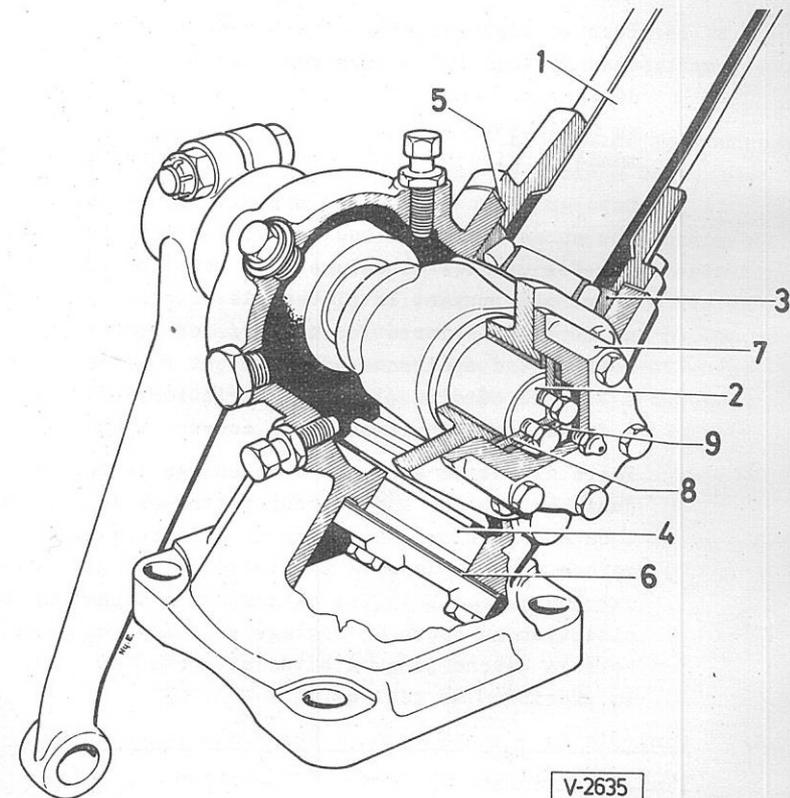

Fig. 6-13: Coupe du boîtier de direction /V-2635/
- a/ L'usure des roulements à rouleaux coniques appuyant la vis sans fin de direction amène le jeu longitudinal de l'arbre de direction. Étant donné que la position des roulements à rouleaux coniques /fig. 6-13. postes 3-4/ est déterminée par l'épaisseur des plaques de calage /5-6/ insérées sous les couvercles inférieur et supérieur, l'usure des paliers peut être compensée en éliminant des plaques de calage en nombre et d'épaisseur adéquats. Contrôler la précision de réglage en tournant le mécanisme de direction à droite et à gauche, en faisant attention à ce qu'il ne se grippe pas pendant son